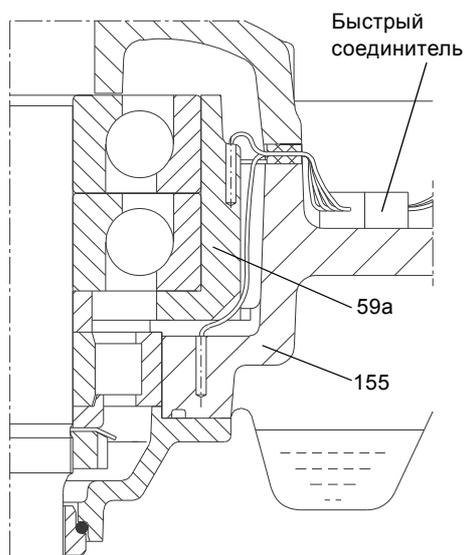
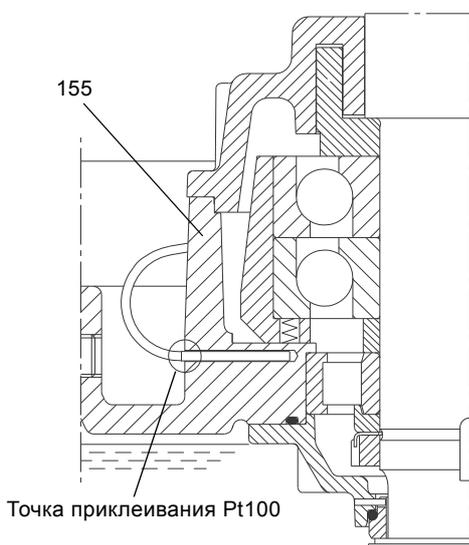

Рис. 11 Положение датчика Pt100 в нижних подшипниках
Рис. 12 Датчик Pt100 на кронштейне нижнего подшипника на насосах, изготовленных после 2010 года
Pt100 на кронштейне нижнего подшипника может быть установлен в 3 местах в зависимости от года изготовления насоса. В насосах, изготовленных до 2012 года, датчики прикреплены к стопорному кольцу (59а) и кронштейну нижнего подшипника (155). См. рис. 11. Один датчик может быть установлен на кронштейне нижнего подшипника (155), но в другом месте. См. рис. 12. Существует два способа замены датчиков, здесь представлены оба.
1. См. рис. 11. Отрезать провод датчика Pt100 рядом с датчиком.
1. См. рис. 12. Извлечь датчик с помощью щипцов.
3. Вставить датчик в отверстие в кронштейне нижнего подшипника (155).
4. Распределить клей вокруг конца датчика, см. рис. 12.